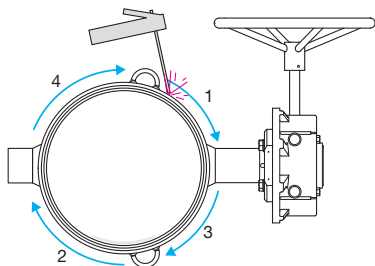
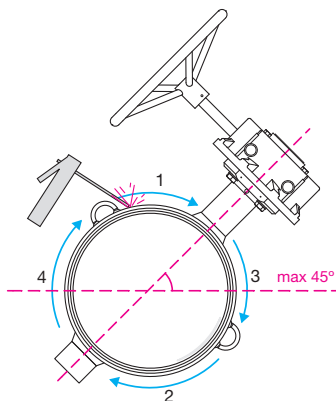
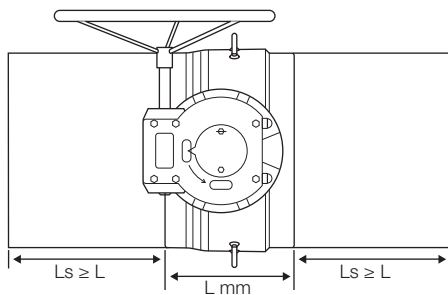

Bild 18. Svetsning av fogarna.
Bild 19. Svetsning av fogarna.
Bild 21. Rekommenderad metod.
- Rekommenderat monteringsläge för ventilen är i vinkel (se bild 19) eller med ventilskaften i horisontellt läge (se bild 18). Undvik montering med ventilskaften helt upprätt.
Den största vinkeln mellan spin-delaxel och horisontell axel är 45 grader (se bild 19).
- Därefter svetsas fogarna mellan punktsvetsningarna enligt bild 18 och 19. Svetsordning: 1-2-3-4.
- Den rekommenderade metoden för att svetsa ventilen på rörledningen är svetsning med anslutningsrör (se bild 21). Häftsvetsning och svetsordning på fogarna är samma som i bild 18 och 19. Svetsordning: 1-2-3-4.